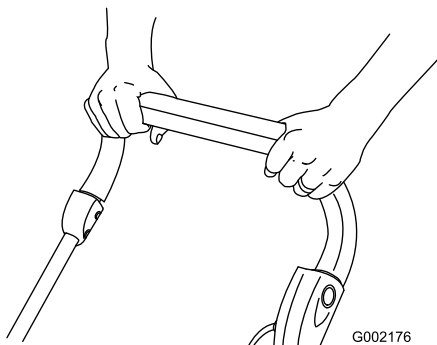

Figura 17
5. Sujete la barra de control contra el manillar y suelte el botón (Figura 17).